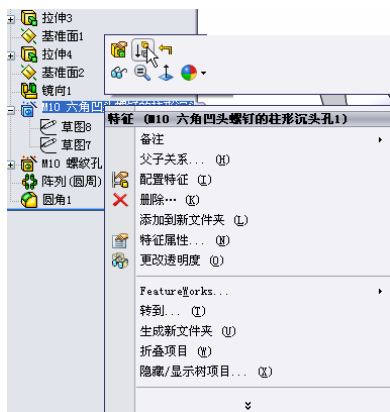

图 6-65 快捷菜单
- (1) 工具栏方式：选择要压缩的特征，然后单击“特征”工具栏中“压缩”图标.
- (2) 菜单栏方式：选择要压缩的特征，然后选择菜单栏中的“编辑”→“压缩”→“此配置”命令。
- (3) 快捷菜单方式：在“FeatureManager 设计树”中，选择需要压缩的特征，然后单击右键，在快捷菜单中选择“压缩”选项。如图 6-65 所示。